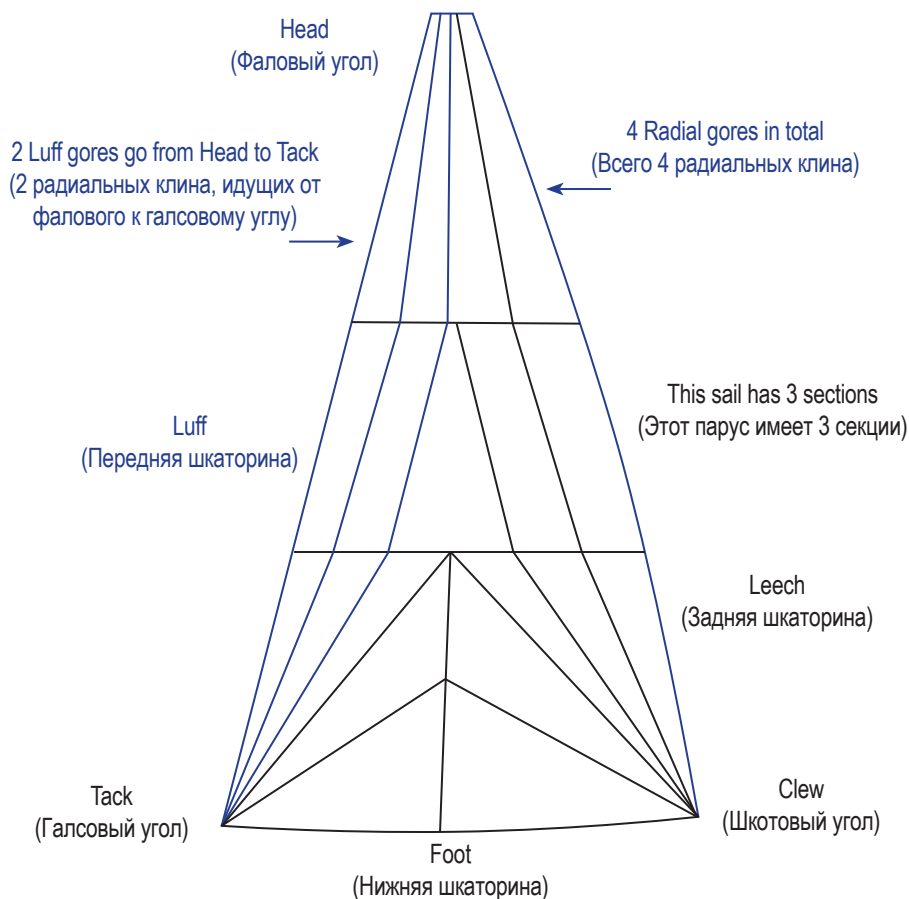

Рисунок 3. Определение «клиньев» Radial cut (Радиального кроя)
- **Radial cut (Радиальный крой)** используется в основном на гоночных лодках, поскольку ткань в основном ориентирована по направлениям максимального напряжения. При использовании параметра Radial cut (Радиальный крой) важно понимать определение количества секций, количества радиальных «клиньев» и количества «клиньев» передней шкаторины (см. Рисунок 3, «Определение «клиньев» радиального кроя»).